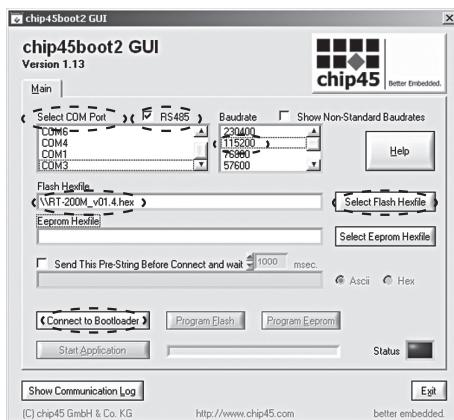

Рис. 25.
4. Запустить программное обеспечение «**Chip45boot2 GUI V1.12**», Рис. 25;
6. Нажать кнопку «**Select Flash Hexfiles**», и выбрать файл микропрограммы последней версии регулятора температуры: PTM-2000\_vX.X.hex\*, Рис. 25;
9. В течение 30 секунд нажать кнопку «**Connect to Bootloader**», Рис. 25;